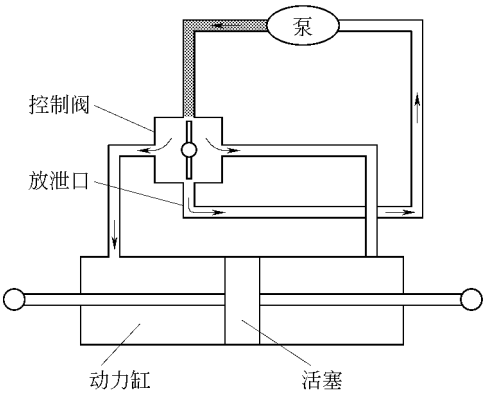

图 16-4 从泵出来的液体被送到控制阀内
(1) 中间（直线向前）位置。当汽车处于中间直线向前行驶位置时，从泵出来的液体被送到控制阀内，如图 16-4 所示。如果控制阀处中间位置时，所有液体将流过控制阀进入放泄口并返回到泵中。此时，压力很难形成，动力缸活塞两边的压力处于相等，因而活塞不会向某一方向移动，汽车保持直线行驶状态。